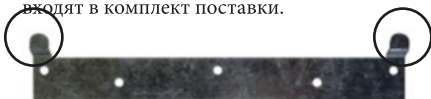

Рис. 10 Монтажная планка (кронштейн крепления котла на стене)
• Котёл вешается на монтажную планку (кронштейн), которая крепится к стене (См. Рис. 10). Для надёжного крепления монтажной планки (кронштейна) к стене **рекомендуется** использовать различные крепёжные элементы: анкерные болты, крепёжные шпильки, дюбель-гвозди, шурупы и саморезы, как в комплекте с дюбелями, так и отдельно. Выбор крепёжного элемента зависит от материала стены и нагрузки. **Рекомендуется** для создания жесткого узла крепления сделать в стене отверстие диаметром 8 мм и глубиной не менее 50 мм и использовать для крепления на стене монтажной планки (кронштейна) крепёжные элементы соответствующего наружного диаметра и соответствующей глубины крепления.